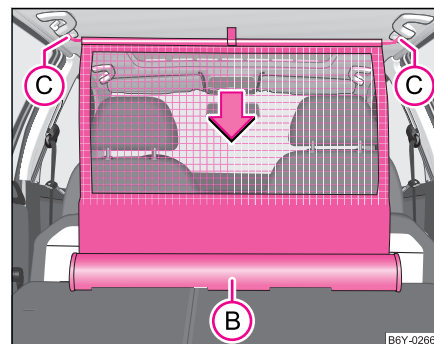

Fig. 64 Enrollar la red divisoria
- Tire de la barra transversal un poco hacia atrás, primero en un lado y seguidamente en el otro lado, y saque la barra transversal de los alojamientos (C) ⇒ fig. 64.
- **Mantenga** la barra transversal de tal modo, que la red divisoria pueda enrollarse lentamente y sin daños en la caja (B). ►